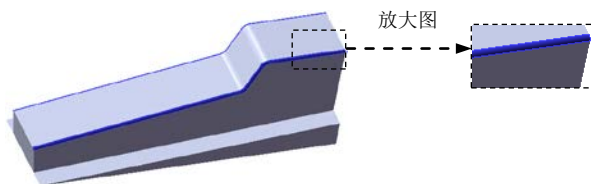

图 16.5.8 圆角 3
(3) 定义拉伸深度属性。
① 定义深度方向。采用系统默认的深度方向。
② 定义深度类型和深度值。在“凸台—拉伸”对话框 **方向 1** 区域的 下拉列表中选择 **两侧对称** 选项，在 文本框中输入深度值 20.0，选中 ☒ **合并结果(M)** 复选框。
(4) 单击 按钮，完成凸台—拉伸 2 的创作。
Step6. 创建图 16.5.8 所示的圆角 3。
(1) 选择命令。选择下拉菜单 **插入(I)** → **特征(F)** → **圆角(U)...** 命令（或单击 按钮），系统弹出“圆角”对话框。